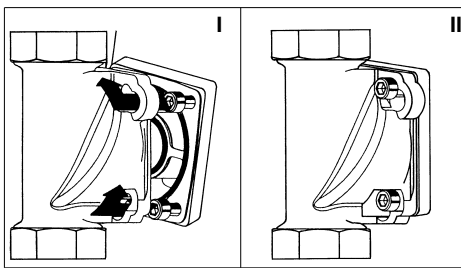

Fig. 2: Flangia orientabile con baionetta
- Inserire le quattro viti della flangia negli appositi fori a baionetta (vedere Fig. 2 I).
- Ruotare in senso orario la stazione fino allo scatto (vedere Fig. 2 II).